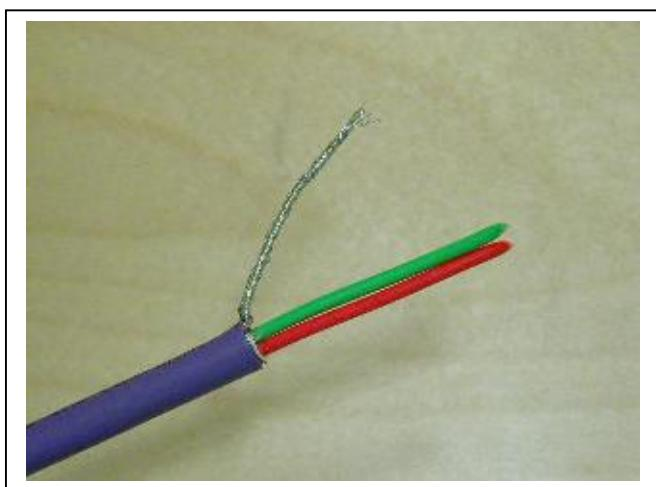

Figura 4-3.
1. Descasque aproximadamente 5 cm do cabo Profibus da mesma forma como mostrado na *Figura 4-3* porém **corte a blindagem cinza do cabo**. Lembre-se de fazer o mesmo para os dois cabos de rede (exceto para o último dispositivo).